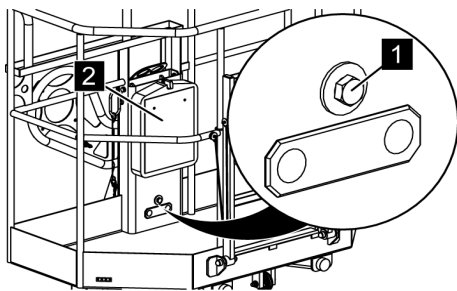

Fig. 78: Vis de fixation de la nacelle
12. Bien serrer la vis de fixation (Voir la Fig. 78/1) avec la clé plate.
14. Ranger la clé plate dans le porte-documents (Voir la Fig. 78/2).